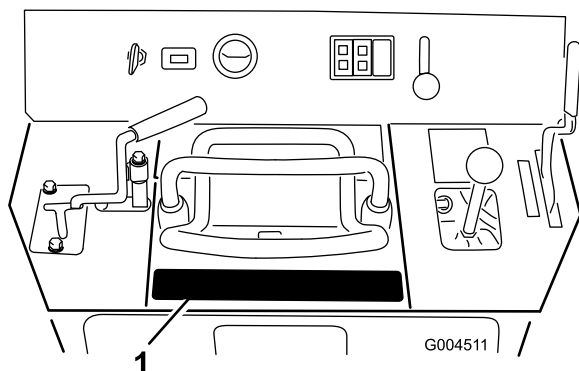

Figura 7
1. Pulite l'area dietro al comando della trazione, in modo che non vi sia sopra sporcizia o grasso (Figura 7).
2. Rimuovete il supporto dall'adesivo e applicatelo nella relativa posizione illustrata nella Figura 7.